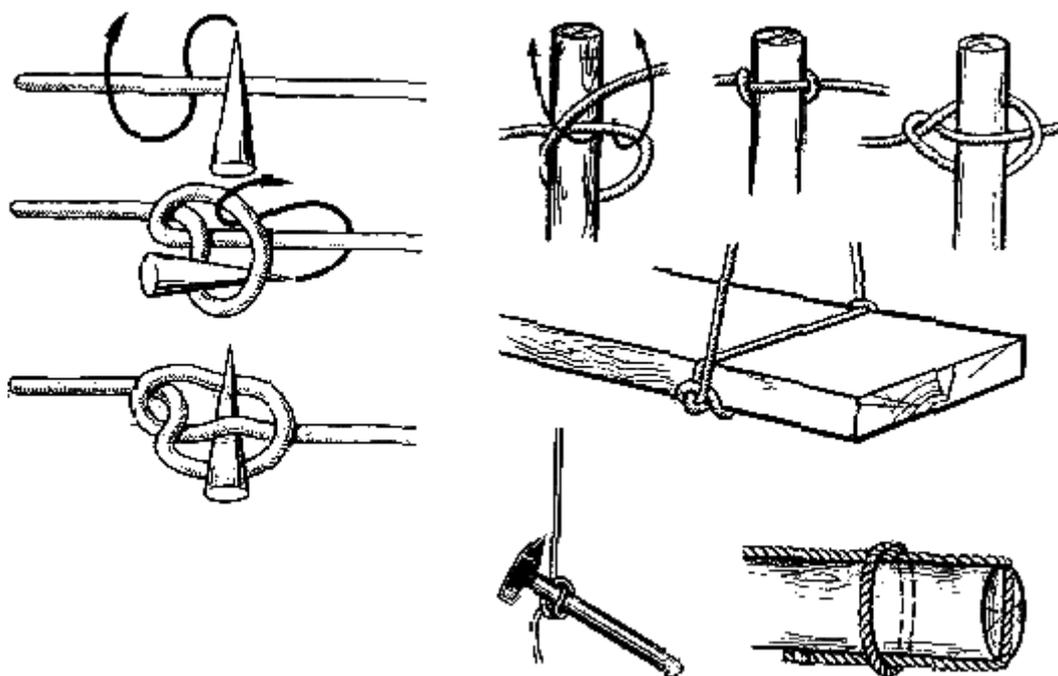

Рис. 110. Сваечный узел
**Сваечный узел** (рис. 110). Применяемый в такелажном деле этот узел получил свое название от слова “свайка”, которое обозначает железный или деревянный прямой или немного изогнутый конический гвоздь, используемый для пробивания прядей троса, выравнивания обметываемых вручную люверсов, заделки кренгельсов, а также выполнения других работ с тросами и парусиной. Для тех, кто работает с тросами, сваечный узел имеет очень важное значение. Он применяется при обтягивании линя или шки-мушгара во время наложения клетня или шлагов бензеля, которые закладывают на свайку (или драек) этим узлом.